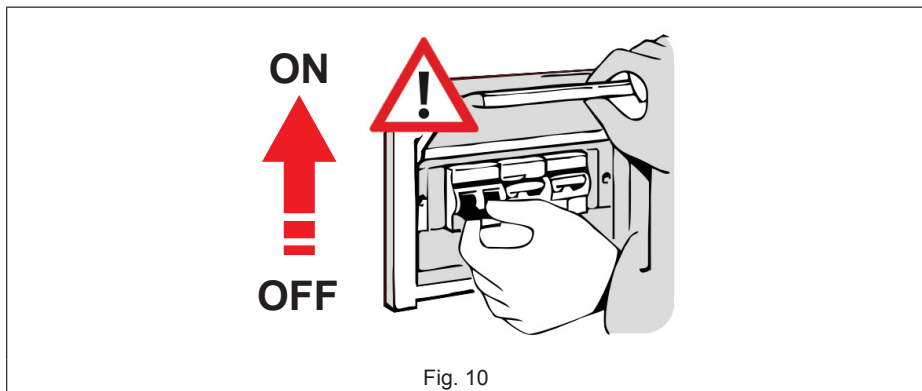

Fig. 10
- Se presente, coloque o magnetotérmico de proteção situado a montante da ficha de alimentação na posição “ON” (Fig. 10).